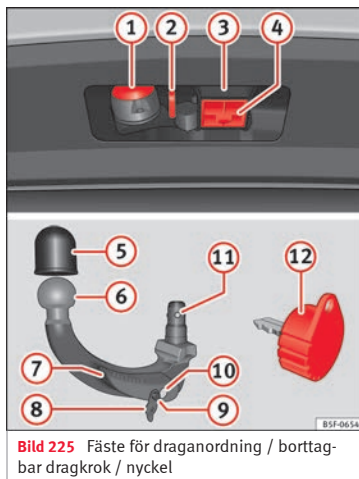

Bild 225 Fäste för draganordning / borttagbar dragkrok / nyckel
Nyckel till »» **bild 225**
- Ta bort kåpan från dragkrokens fäste ④ » bild 225 nedåt.